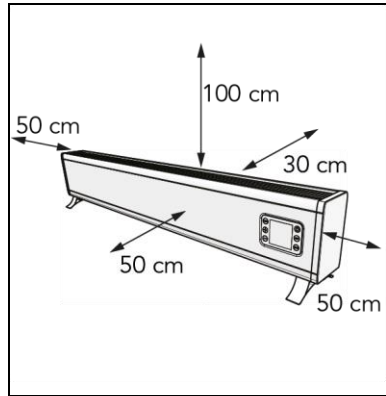

Figure 8
5. Placez l'appareil en respectant un dégagement minimal (figure 8) de :